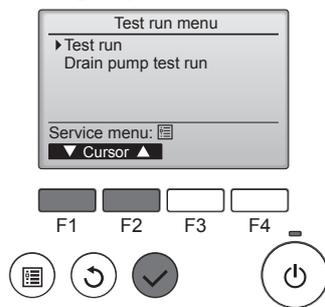

Fig. 7-5
- 4 Выберите режим “Test run” (Тестовый прогон) кнопкой  или , затем нажмите кнопку . (Fig. 7-5)